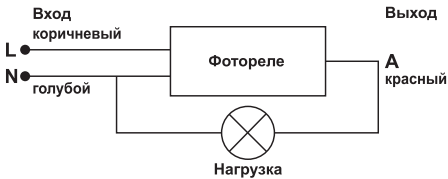

Рис. 4. Схема подключения фотореле.
- подключение фотореле осуществляется к контактным проводам, согласно Рис. 4 (коричневый провод (L) — фаза, синий провод (N) — ноль, красный провод (A) — нагрузка).